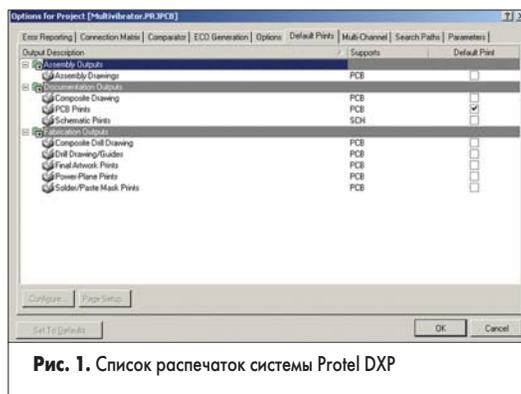

Рис. 1. Список распечаток системы Protel DXP
На экране появится окно, показанное на рис. 1.
18. Нажатием кнопки Close закроем окно предварительного просмотра распечатки и вернемся в окно, показанное на рис. 1.
- Все настройки печати сохраняются внутри проекта платы. Единоразово настроенные распечатки могут быть выведены на принтер в любой момент работы над проектом. Для упрощения получения распечаток в процессе работы над платой в систему введено понятие «распечатка по умолчанию», которая запускается командой меню File | Print. Активация такой распечатки выполняется включением «галочки» в столбце Default Print на вкладке Default Prints диалогового окна Options for Project (рис. 1).